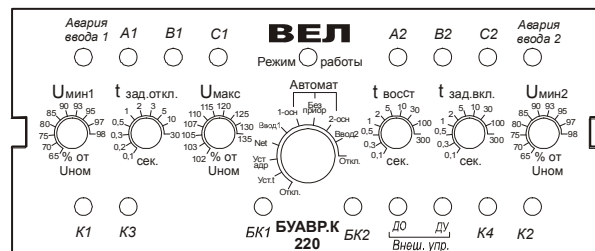

Рис. 2 Расположение органов управления и индикации БУАВР.К
- 4.5. Расположение органов управления и индикации БУАВР приведено на рис. 2.
- 4.6. Переключение режимов работы производится с помощью 10-позиционного переключателя, находящегося на передней панели, рис.2. Для удобства контроля режимов работы БУАВР при запуске и эксплуатации, предусмотрена светодиодная индикация режимов работы с помощью многоцветного светодиода «Режим работы», рис.2. Описание режимов работы БУАВР и соответствие индикации приведены в таблице 1.
О наличии аварии (замыкании входа «БК1» («БК2») на контакт «Общий») сигнализирует загорание индикатора «БК1» («БК2» соответственно), рис.2. Повторное включение «аварийного» ввода возможно только после снятия блокировки (размыкания контактов максимальной токовой защиты).
4.13.3. Дискретный вход «ДО» работает только в режиме «Дистанционное управление» и используется для дистанционного отключения вводов 1 и 2. При замыкании входа на контакт «Общий», реле К1 и К2 отключаются, а реле К3 и К4 включаются. О состоянии входа «ДО» сигнализирует индикатор «ДО», рис.2.
- при замыкании входа на контакт «Общий», ввод 1 отключается, реле К1 отключается (реле К3 включается) и с задержкой включения $t_{зад.вкл.}$ подключается ввод2, включается реле К2 (отключается реле К4). О состоянии входа «Ввод 1/2» сигнализируют индикаторы «К1» и «К2», рис.2;